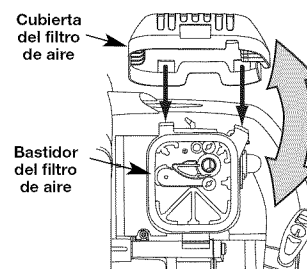

Fig. 23
1. Abra la cubierta del filtro de aire. Empuje hacia adentro la orejeta del lado derecho de la cubierta, y extraiga la cubierta del filtro de aire hacia afuera y hacia la izquierda (Fig. 23).
2. Retire el filtro de aire (Fig. 23).
6. Vuelva a colocar el filtro (Fig. 23).
7. Vuelva a instalar la cubierta del filtro de aire. Coloque los ganchos del lado derecho de la cubierta del filtro de aire en las ranuras del lado derecho de la placa posterior (Figs. 23).
8. Mueva la cubierta hacia la izquierdo derecha hasta que la orejeta del filtro de aire calce en su lugar en la ranura de la placa posterior (Fig. 23).